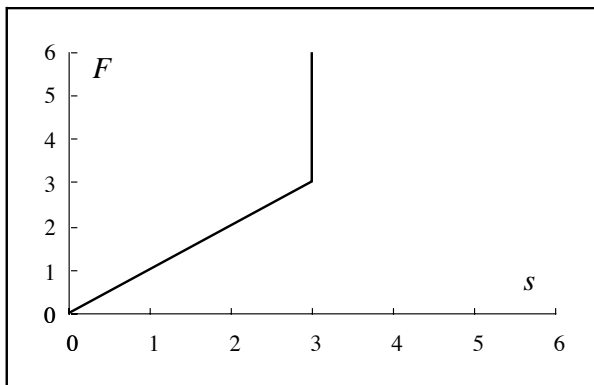

Fig. 3.57. Per l'esercizio 3
- Come si potrebbe costruire un congegno che abbia una relazione $F-s$ come quella in fig. 3.57?